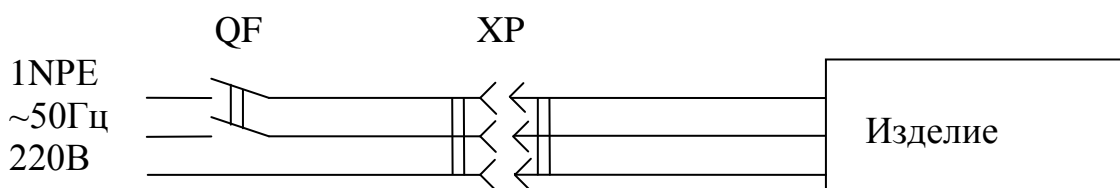

Рис.1. Схема подключения изделия к электросети
6.4. Изделие должно подключаться к питающей электрической линии (рис.1) через автоматический выключатель электромагнитной защиты с номиналом установки по току 6,3А для ВХС, ВХСн, ВХСд, ВХС-УН, ВХС-УВ и на 10А для ВХН.